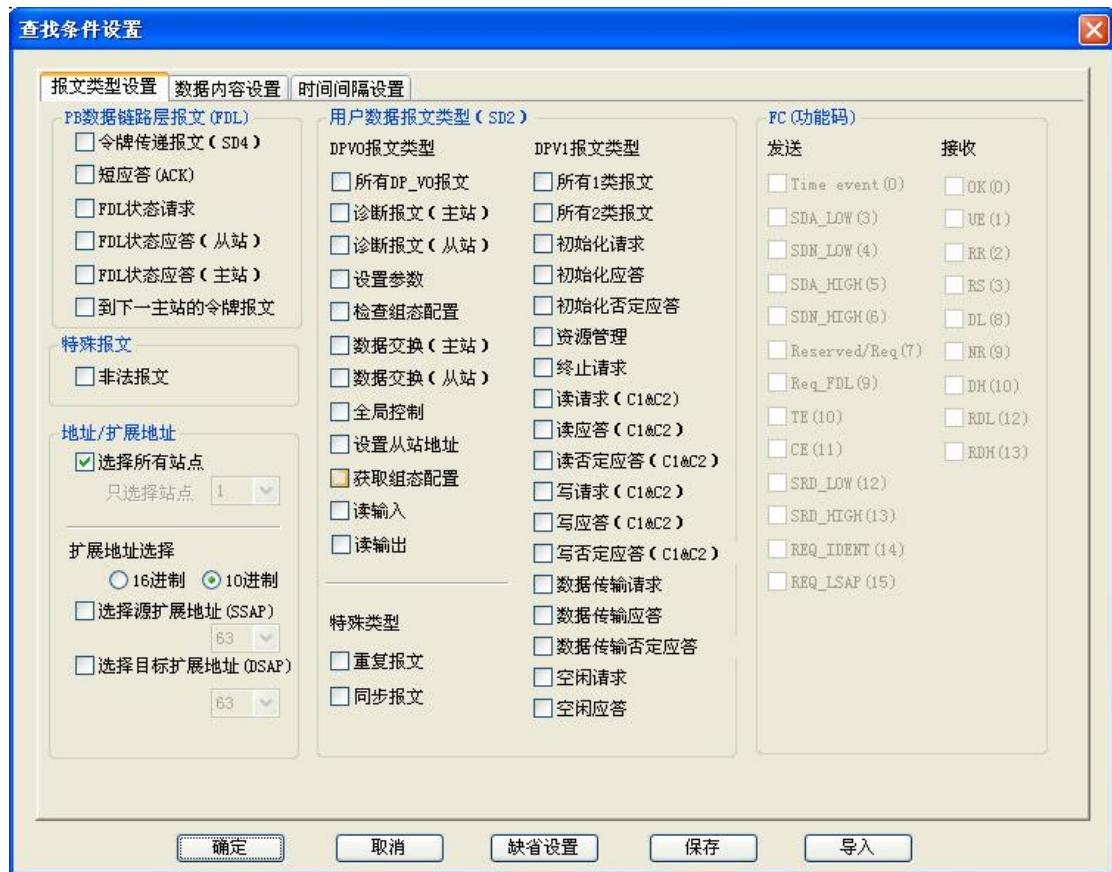

图 3-1-19 设置查找条件
如图 3-1-19 所示，在查找条件设置对话框中，用户即可以查找特定类型的报文，也可以查找特定数据的报文。
**报文类型设置：**点击报文查找对话框中报文类型设置，如图 3-1-19，用户根据按照界面中的选项选择特定种类、功能、站地址、特殊类型（非法、错误等）等各种形式的报文。